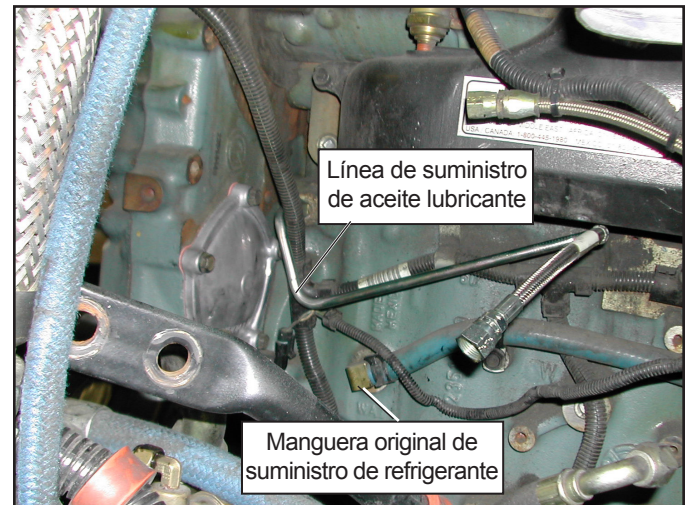
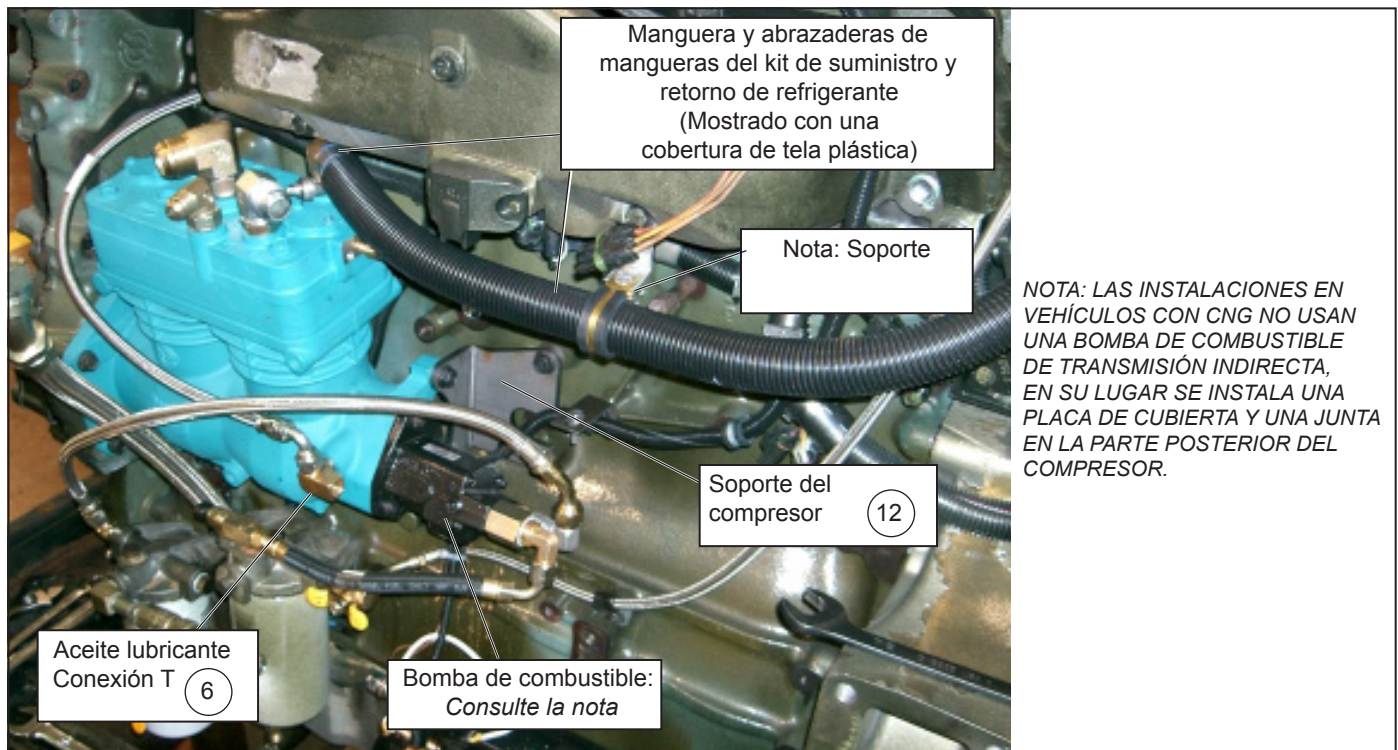
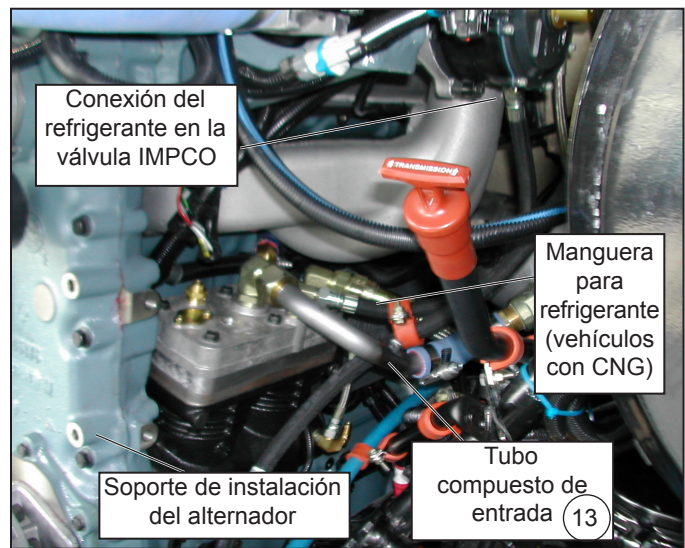
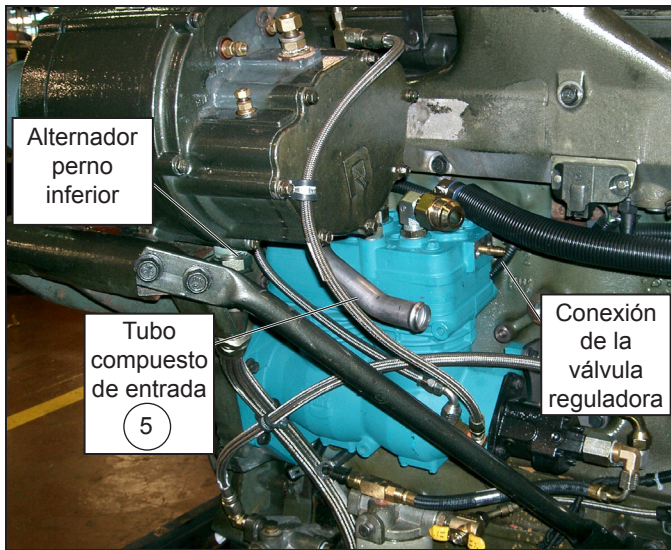

Figura 1 - Compartimiento del motor después de retirar el compresor
Figura 3 - Muestra un soporte de instalación, enrutamiento del suministro de refrigerante y bomba de combustible
Figura 6 - Vista del compartimiento del motor (CNG)
Figura 7 - Vista del compartimiento del motor
2. Debido a que el compresor nuevo es más grande que el original, es necesario preparar la línea de suministro de aceite lubricante para la instalación nueva al ajustar con cuidado el ángulo de inclinación desde aproximadamente 90° a cerca de 150°. (Consulte la figura 1). Esto permite que la línea original se reutilice en la instalación nueva. Si la línea está dañada, agrietada, etc., reemplácela.
3. **MOTORES DE LAS SERIES 50:** Desconecte la manguera original de suministro de refrigerante (consulte la figura 1) y la conexión del bloque del motor. A continuación, instale el tapón (7) en el bloque del motor. Debido a que el compresor Bendix® BA-922® requiere una fuente de presión de refrigerante más alta para funcionar, la instalación necesita el enrutamiento de una línea de refrigerante nueva desde la cubierta protectora del refrigerador del aceite de motor.
Consulte la Figura 3 para revisar un ejemplo de instalación típica.
19. La manguera de silicona de suministro de refrigerante 3/4" I.D. provista en el kit 5016661 se conecta a la conexión de entrada de refrigerante del compresor. Consulte la figura 3. La manguera se enruta desde la conexión del compresor, alrededor de la parte posterior del motor a la cubierta
Para MOTORES CNG: Instale el adaptador NPT 3/8" incluido a la conexión del adaptador JIC #8 (10) en la válvula IMPCO (consulte la Figura 6). El otro extremo de la manguera se conecta a la conexión de salida de refrigerante del compresor (1) (consulte la Figura 1). La manguera incluida es un ensamblaje de 18 pulgadas de largo con conexiones JIC #8 en ambos extremos.
PARA MOTORES DIÉSEL: Instale la línea de retorno del refrigerante (DDC p/n 23526867) del compresor neumático, conexión (1), (consulte la Figura 1), alrededor de la parte frontal del motor. La Figura 7 muestra una línea de retorno del
23. Instale el tubo compuesto de entrada neumática de 1.0" OD (5) en la conexión de entrada del compresor (3). Consulte la Figura 6 para mayor orientación. La manguera de entrada se conecta con el codo #16, mostrado en la Figura 3 como (3). Seleccione una manguera de entrada resistente a la acción de hidrocarburos de 1.0" ID. Use una manguera reforzada capaz de resistir temperaturas de 400 °F y de un material lo suficientemente fuerte para resistir retorcimientos y que no colapse bajo las fuerzas presentes en la entrada del compresor.
Consulte la Figura 6 para verificar la ubicación del perno inferior en el soporte de instalación del alternador (NOTA: En muchos casos, este perno es originalmente de color verde). **La arandela endurecida de 7/16" de diámetro y 1/8" de grosor, que se incluye en el kit, debe colocarse debajo del cabezal del perno** para evitar interferencias entre el cabezal del cilindro BA-922® y el extremo del perno de montaje del alternador. Siga las pautas del fabricante del vehículo para enterarse de las especificaciones de torsión.
Consulte la Figura 6 para revisar un ejemplo de instalación típica final del compresor.